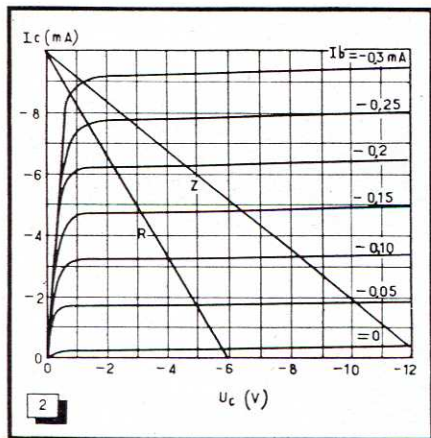
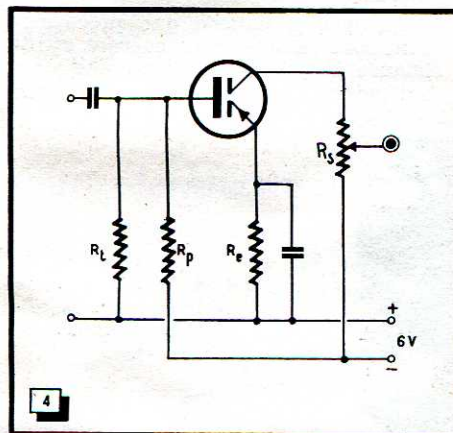
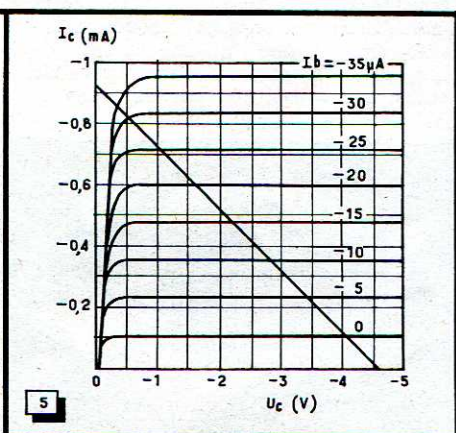

Fig. 2. — Droite de charge de l'étage final.
Fig. 4. — Schéma de l'étage d'amplification intermédiaire.
Fig. 5. — Droite de charge correspondant au schéma de la figure 4.
L'impédance de charge pour une puissance de sortie maximum se calcule comme dans le cas d'une penthode, car le transistor possède une résistance de sortie assez élevée. La linéarité des caractéristiques d'un transistor permet la détermination en divisant la tension d'alimentation par le courant de collecteur au repos dans le cas d'une charge réactive; la moitié de la valeur ainsi calculée est valable pour une charge ohmique. Cependant, nous pensons qu'il sera plus instructif de déterminer l'impédance de charge par le tracé de la droite de charge (fig. 2).
Les courbes de la figure 2 forment le réseau I_c/U_c d'un transistor à jonctions en montage E.C.; elles correspondent au réseau I_p/U_p d'une penthode. Pour le tracé de la droite de charge, deux cas sont à distinguer: la charge purement réactive (Z) et la charge purement ohmique (R). Dans le cas d'un écouteur qui possède toujours une résistance ohmique non négligeable, la droite de charge passe entre les deux droites R et Z. La droite Z serait valable si on adaptait l'écouteur par un transformateur ayant une résistance ohmique de primaire négligeable. Le point de repos correspondrait à une
Quand on ne tient pas compte de la courbure des caractéristiques, on obtient un résultat d'autant plus éloigné du résultat théorique que les courbes sont arrondies. D'après la figure 2, nous devons donc estimer la tension alternative de sortie à 11 V pointe à pointe et non 12 et le courant à 9 mA pointe à pointe et non 10. La puissance de sortie se chiffre ainsi à 12,5 mW dans le cas d'une charge purement réactive. Dans une résistance pure, la composante alternative de la puissance dissipée serait, d'après la droite R, de 5,5 mW. Dans le cas d'une impédance complexe (écouteur), on peut s'attendre à une puissance de 8 à 10 mW.
La caractéristique de la figure 2 montre qu'une variation du courant de base de 0,1 mA provoque une variation du courant de collecteur de 3 mA. L'amplification de courant est donc de 30. En même temps, on peut voir dans la figure 2 qu'on ne commet qu'une erreur à peine sensible en admettant qu'un courant de base de 0,1 mA provoque un courant de collecteur de 3 mA, c'est-à-dire, quand on néglige la notion de variation (et le courant de repos).
D'après les caractéristiques de la figure 2, un courant de collecteur de 5 mA (point de repos) est obtenu avec un courant de polarisation (I_p) de 0,16 mA. Avec la formule $I_b = I_c/\alpha'$, on aurait trouvé 0,165 mA ; la différence est donc négligeable.
Avec le transistor, on utilise fréquemment la notion du gain en puissance. Connaissant le courant de base nécessaire pour balayer la droite de charge (fig. 2), la résistance d'entrée du transistor ainsi que sa puissance de sortie, on peut calculer facilement que ce gain s'élève à 1 000 environ. Mais nous verrons plus loin que cette notion ne possède pas, elle non plus, une signification pratique
Dans le cas de la figure 4, nous trouvons 1,4 V environ pour la chute de tension sur R_c , soit 4,6 V pour la tension d'alimentation effective. On en déduit une tension émetteur-collecteur de 2,3 V au repos, soit un courant de collecteur de 0,46 mA. La droite de charge correspondante est portée dans le réseau de caractéristiques de la figure 5, qui constitue un « agrandissement » de la partie inférieure de figure 2. Toutefois, pour varier nos exemples, nous avons choisi une amplification de courant E.C. de 25.
La figure 5 nous permet de déterminer les variations du courant collecteur à 0,8 mA environ pointe à pointe. L'étage final nécessite, pour sa pleine modulation, moins de 0,5 mA pointe à pointe, en tenant compte des pertes dans les résistances de charge et de stabilisation. Une certaine contre-réaction reste donc encore possible. Si on désire un taux de contre-réaction plus élevé, on doit utiliser un transistor final d'une amplification de courant supérieure à 30.
Pour les conditions de repos définies plus haut, le courant de polarisation est de 15 μ A environ (fig. 5). Quand on ne possède pas le réseau de caractéristiques du transistor utilisé, on peut calculer le courant de polarisation par l'égalité :
5 k Ω pour l'étage (fig. 4) destiné à précéder celui de la figure 1. Cette charge est constituée par un potentiomètre permettant de varier le gain. Il est évident que l'étage final n'est plus attaqué par une source de résistance relativement forte, quand ce potentiomètre est presque fermé. Mais, comme les distorsions signalées se manifestent principalement aux fortes amplitudes, l'inconvénient n'est pas très grave ; et de toute façon, nous n'avons pas l'intention de faire de la haute fidélité avec notre amplificateur expérimental.
La caractéristique de la figure 5 montre qu'une variation par échauffement du courant de collecteur de 0,25 mA ne permettrait plus d'obtenir le courant collecteur alternatif nécessaire à l'attaque de l'étage final.
Si l'amplificateur de la figure 4 est utilisé comme étage intermédiaire, seul son gain de courant importe. Comme précédemment, le gain du transistor se trouve diminué par le dispositif de stabilisation. En appliquant la formule citée plus haut, on trouve un gain effectif de 20 environ pour un α' de 25 du transistor (avec $r_a = 2000 \Omega$).
en considérant R_t' comme la mise en parallèle de R_s , R_p et R_t . Le gain de courant de l'étage final se trouve ramené ainsi à 15 environ ; et le gain des étages des figures 4 et 1, mis en cascade, s'élève à $20 \times 15 = 300$. Supposant les résistances d'entrée et de sortie de l'amplificateur entier égales à 2 000 et 1 000 Ω , son gain en puissance est égal à 45 000 (47 dB) en ne tenant pas compte de la puissance perdue
Dans le cas de la figure 7, la tension de collecteur peut varier au total de 0,6 V ; avec une résistance de charge de 10 k Ω , la composante alternative est ainsi de 60 μA pointe à pointe. Cela est largement suffisant, car il ne faut guère plus de 30 μA pour moduler le transistor suivant (fig. 5).